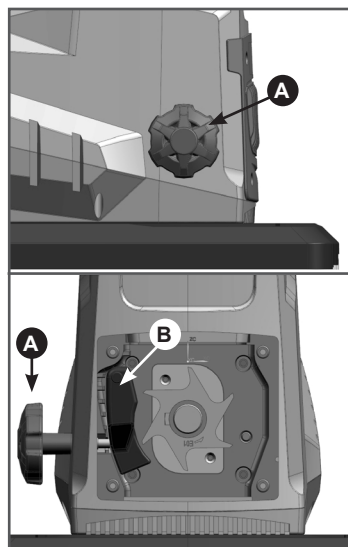

Рис. 8 Регулировка контрплиты
Для получения оптимального результата измельчения и предотвращения повреждения фрезы контрплиты В (Рис. 8) должна периодически регулироваться. Для этого включите измельчитель, поверните регулировочную ручку контрплиты А (Рис. 8) по часовой стрелке, пока не будет слышен легкий шум трения, и мелкие алюминиевые стружки в течение короткого времени будут сыпаться из разгрузочного желоба. Если этого не произошло, а ручка контрплиты находится в крайнем положении, необходимо осмотреть состояние фрезы и контрплиты и заменить при необходимости контрплиту.
1. Поверните регулировочную ручку контрплиты А (Рис. 8) против часовой стрелки до упора.